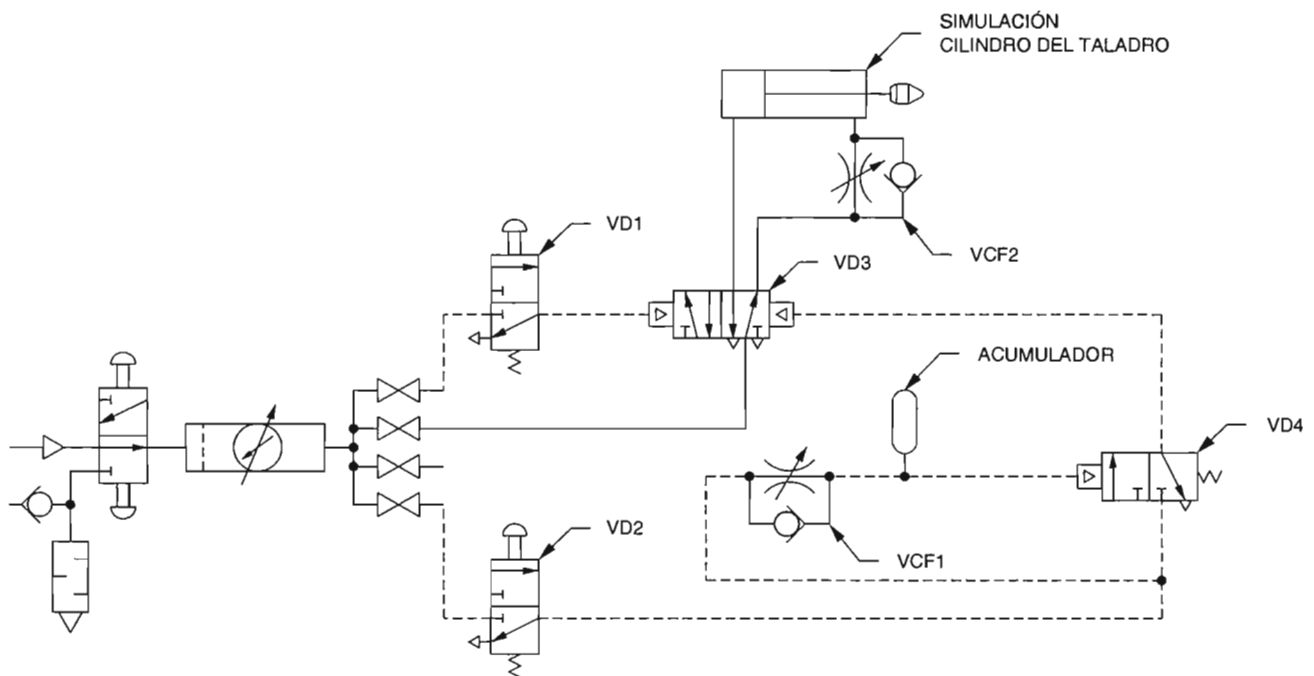

Figura 3-21. Evaluación de la operación de una Válvula temporizada.
- ☐ 17. Conecte el circuito mostrado en la figura 3-21. Utilice la Válvula de función Y como una válvula direccional accionada por piloto neumático VD3. Consulte el ejercicio 2-4 para identificar los puertos de la válvula si es necesario.